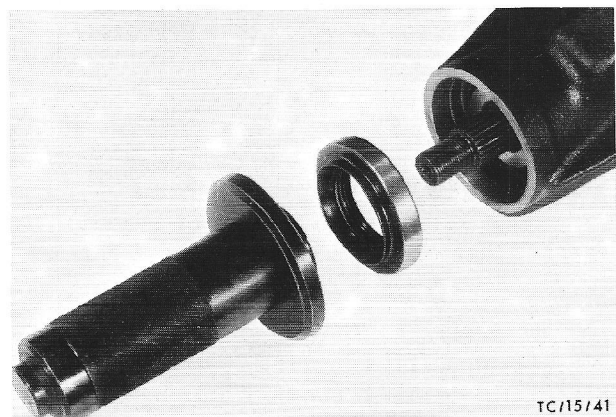

Fig.109 Pers de oliekeerring met montagestempel 15-047-A in het huis.
4. Maak de zetel voor de oliekeerring in het huis schoon. Smeer een weinig vloeibare pakking op de buitenrand van een nieuwe oliekeerring en smeer vet tussen de keerringlippen (gebruik vet volgens specificatie S-M1C75A). Het in de nieuwe oliekeerring aanwezige vet mag niet worden verwijderd. Pers de nieuwe oliekeerring met de montagestempel 15-047-A in het huis (fig.109).